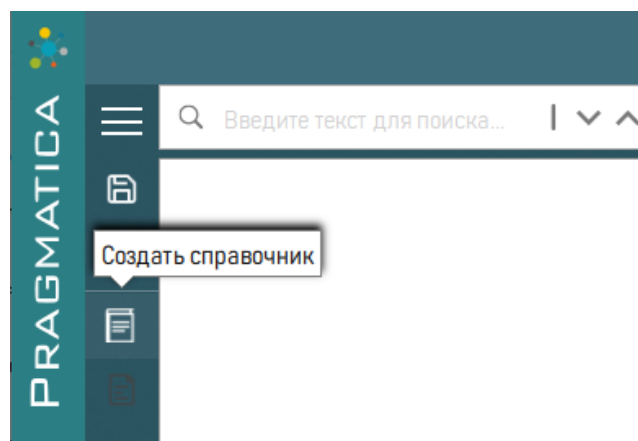

Рисунок 58 – Выбор «Создать справочник»
- 1) В секции рабочей панели нажать кнопку  «Создать справочник» (рисунок 58).